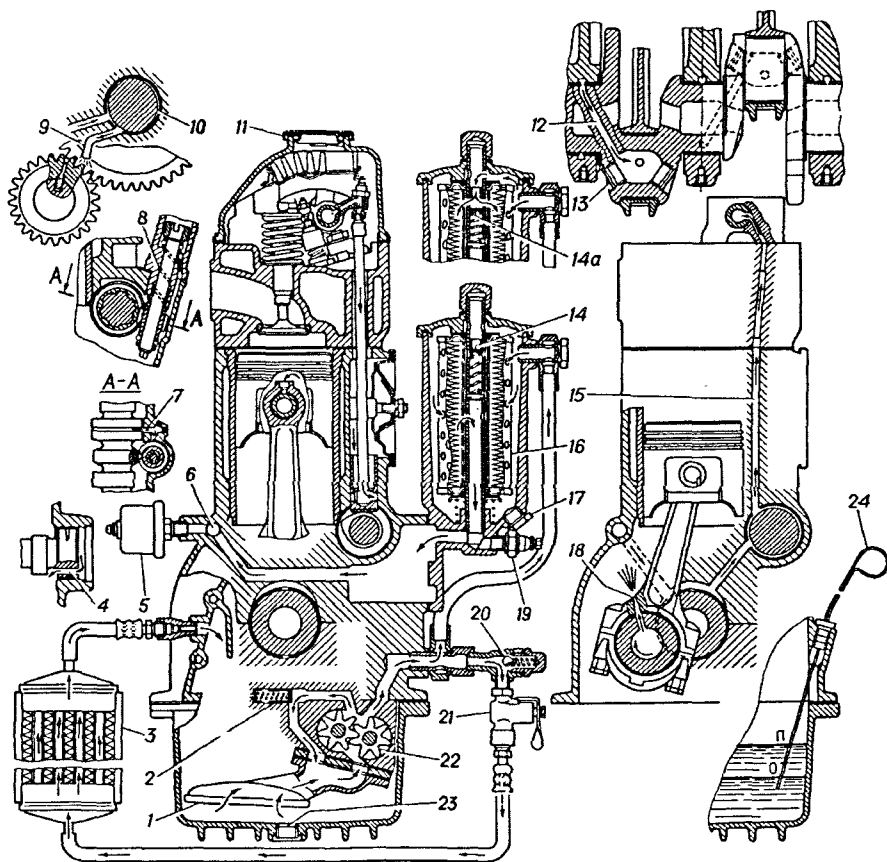

Рис. 64 Схема системы смазки:
**Клапаны** изготовлены из жаропрочных сталей: впускной клапан - из хромокремнистой, выпускной - из хромоникельмарганцевистой с присадкой азота. На рабочую фаску выпускного клапана дополнительно наплавлен более жаростойкий хромоникелевый сплав. Диаметр стержня клапанов 9 мм. Тарелка впускного клапана имеет диаметр 47 мм, а выпускного - 39 мм. Угол рабочей фаски обоих клапанов 45°. На конце стержня клапанов выполнена выточка для сухариков тарелки пружины клапана. Тарелки пружин клапанов 6 (см. рис. 64) и сухарики 7 изготовлены из стали и подвергнуты поверхностному упрочнению.
В систему смазки входят масляный насос 22 (рис. 64) с приемным патрубком и редукционным клапаном (установлен внутри масляного картера), масляные каналы, масляный фильтр с перепускным клапаном, масляный картер, указатель уровня масла, крышка маслозаливной горловины.